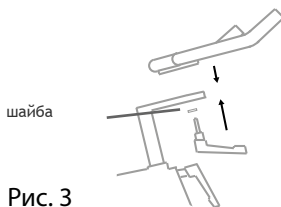

Рис. 3
2. Завинтите регулируемую рукоятку (размер 32 мм) в направлении движения часовой стрелки в гнездо, расположенное с нижней стороны опорной стойки (см. рис. 3). Полностью зафиксируйте рукоятку на стойке, затянув регулировочный винт в правой части рукоятки.